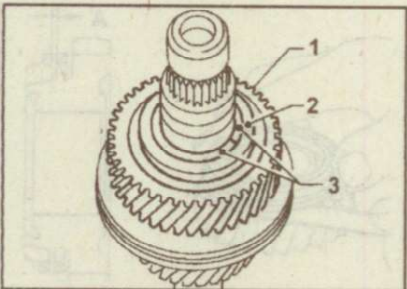

Рис. 9.215. Установка шестерни 4-й передачи (1), упорных шайб (3) и кольца (2)
6. Выберите по толщине упорные шайбы так, чтобы люфт в канавке был минимальным, затем установите упорные шайбы и кольцо (рис. 9.215).